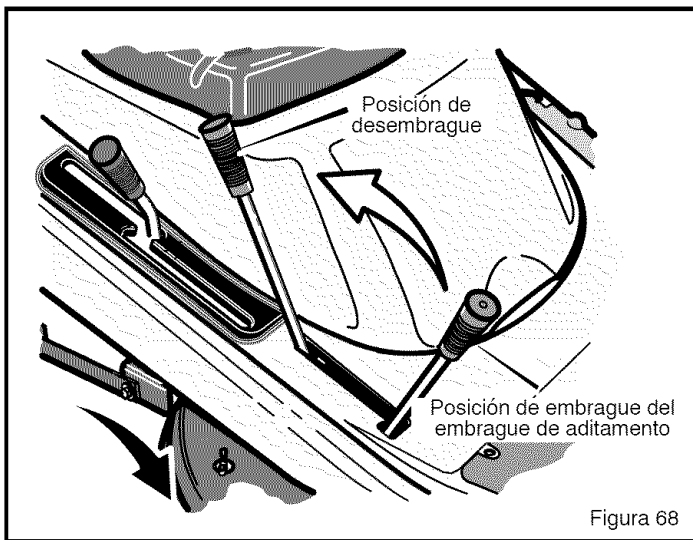

Figura 68
2. Ponga el **embrague de aditamento** en la **posición de DESEMBRAGUE** (Figura 68).